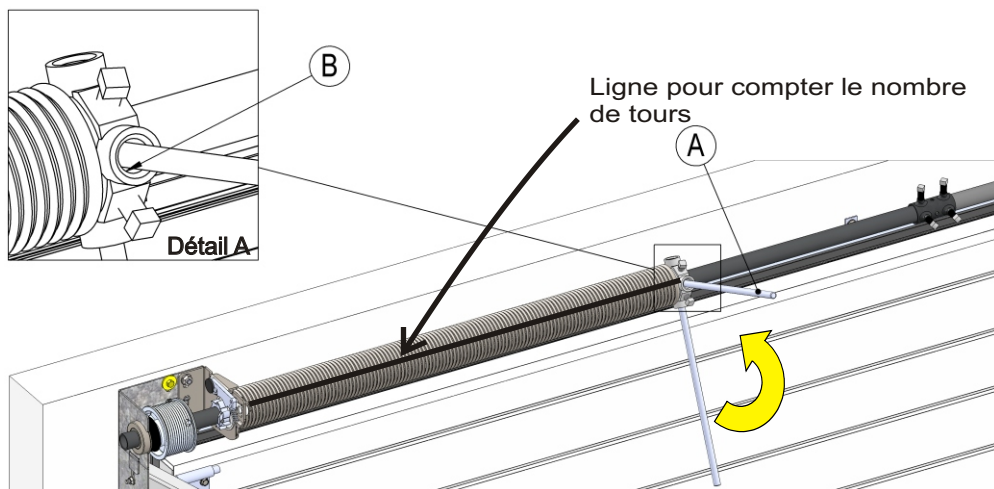

Figure 6a
- Le nombre de tours est compté grâce à la ligne peinte sur le ressort. Celle-ci aide à compter le nombre de tours grâce aux lignes diagonales qui restent dans les ressorts, comme indiqué dans la figure 6a et 6b.
- Insérez les deux barres (A) dans le trou (B) du mandrin du ressort, comme indiqué sur la figure 6a (Détail A).